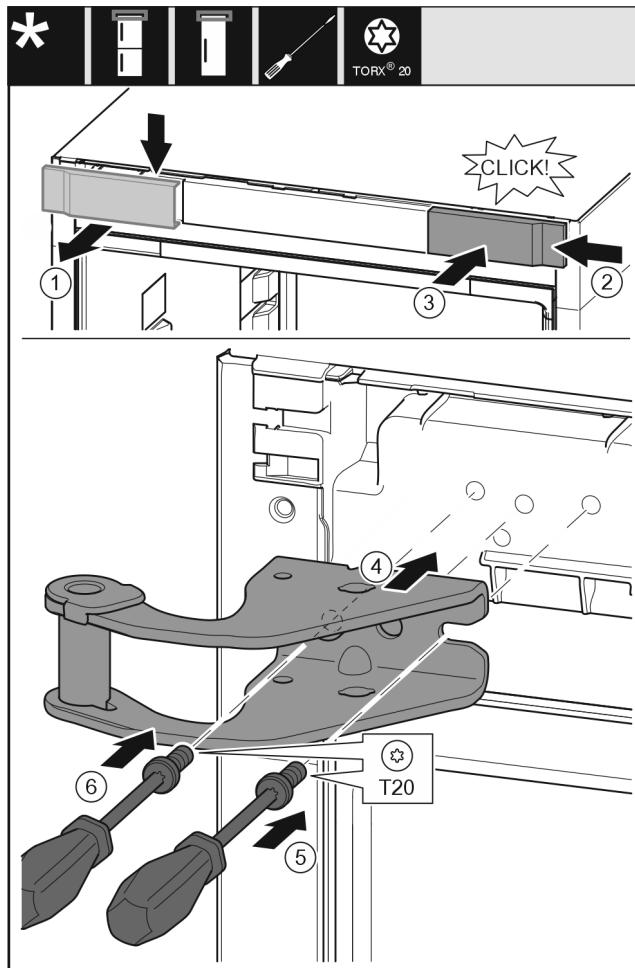

Fig. 15
- ▶ 从上方朝前取下盖板 Fig. 15 (1)。
- ▶ 将盖板 Fig. 15 (2)旋转 180° 至另一侧从右边挂上。
- ▶ 插入盖板 Fig. 15 (3)。
- ▶ 装上方的托架 Fig. 15 (4)。
- ▶ 用螺丝刀放上并旋紧螺钉 Fig. 15 (5)。
- ▶ 用螺丝刀放上并旋紧螺钉 Fig. 15 (6)。